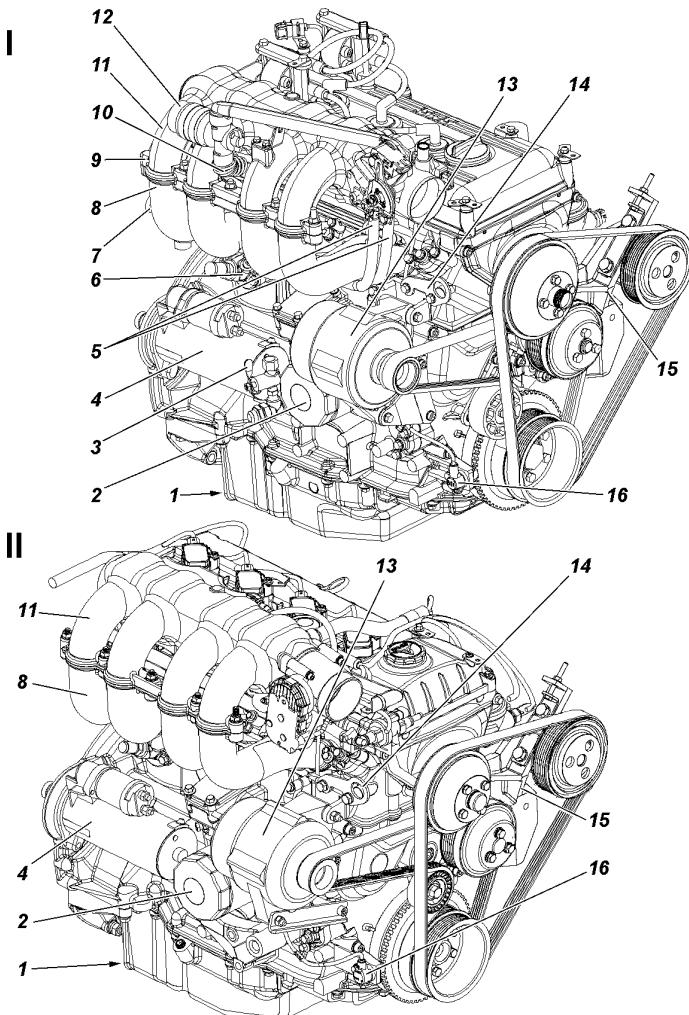

Рис. 9.19. Двигатель ЗМЗ-409 (вид справа):
**Система смазки двигателя ЗМЗ-409, ЗМЗ-4091.10.** Для охлаждения масла в системе смазки предусмотрен масляный радиатор, который включается автоматически при помощи термоклапана. На некоторых двигателях установлен кранник 3 (рис. 9.19) включения радиатора, который должен быть открыт при температуре воздуха выше +20 °C и при движении в тяжелых условиях (с большой нагрузкой и большой частотой вращения коленчатого вала двигателя) также включайте радиатор.